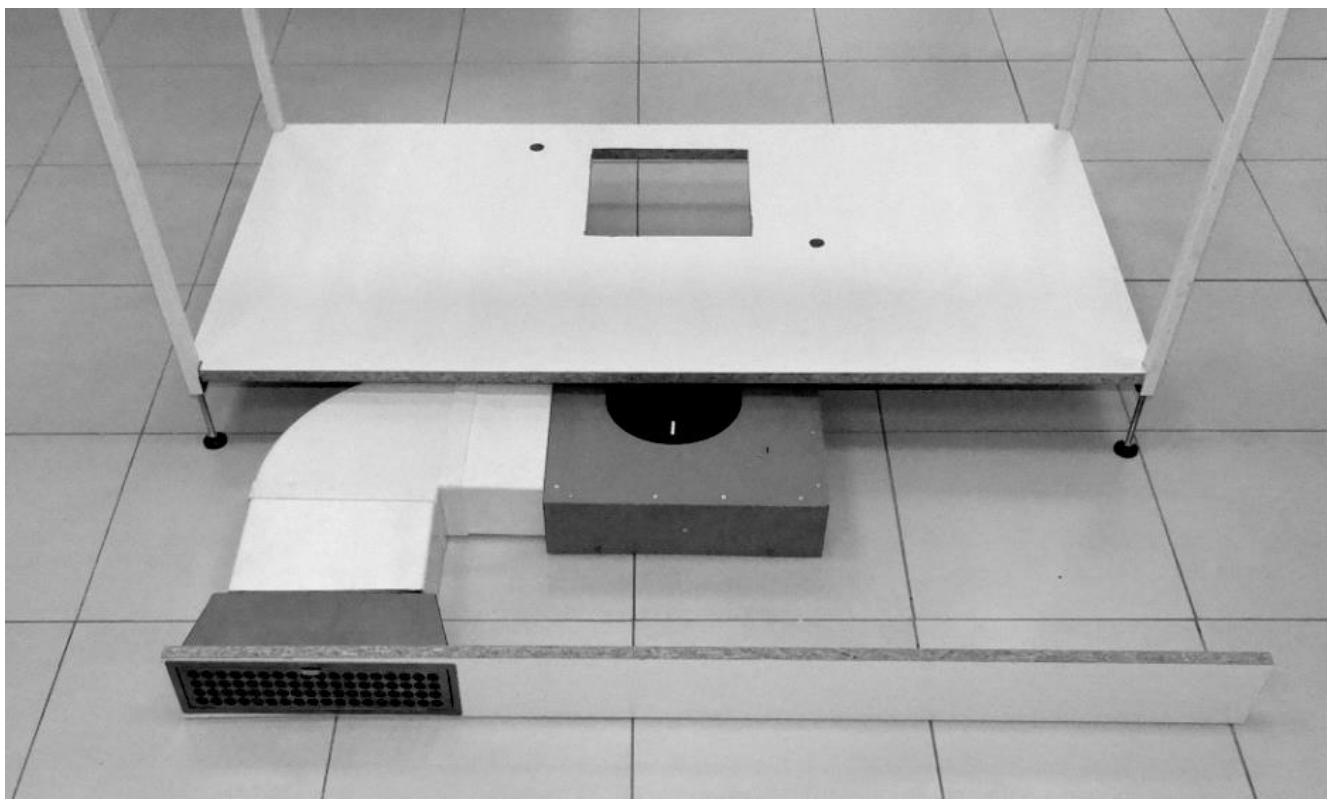

Рис. 14А
11. Составленный комплект поддвигаем под столешницу тумбы, в которой ранее мы вырезали проем под внешнюю турбину и отверстие под присоединительный провод (Рис. 14А)